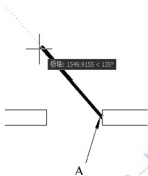
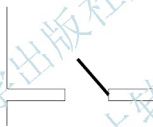

图 2.91 门扇的旋转角度
图 2.92 绘制出的门扇
(2) 单击【绘图】工具栏上的【多段线】图标  (快捷键 PL)，启动绘制【多段线】命令。
- ① 在指定起点：提示下，捕捉如图 2.91 所示的 A 点作为线的起点。
- ② 在当前线宽为 0.0000，指定下一个点或 [圆弧(A)/半宽(H)/长度(L)/放弃(U)/宽度(W)]：提示下，输入“W”后按 Enter 键。
- ③ 在指定起点宽度<0.0000>：提示下，输入“50”。
- ④ 在指定端点宽度<0.0000>：提示下，输入“50”，这样就将线宽改为“50”。
- ⑤ 打开【极轴】功能（快捷键 F10）。
- ⑥ 在指定下一点或 [圆弧(A)/闭合(C)/半宽(H)/长度(L)/放弃(U)/宽度(W)]：提示下，将光标向左上方拖动，出现虚线和 135°提示后（图 2.91），输入“1000”并按 Enter 键结束命令。这样就画出线宽为 50mm、长度为 1000mm、与 X 轴正向夹角为 135°的门扇，如图 2.92 所示。